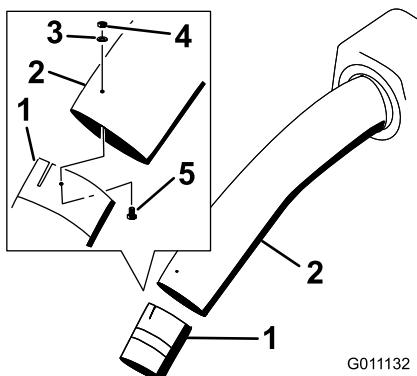

Figura 28
- 14. Unite i tubi superiore e inferiore con 3 bulloni (#10 x 3/4 poll.), 3 rondelle piane (7/32 poll.) e 3 dadi di bloccaggio (#10) (Figura 28).